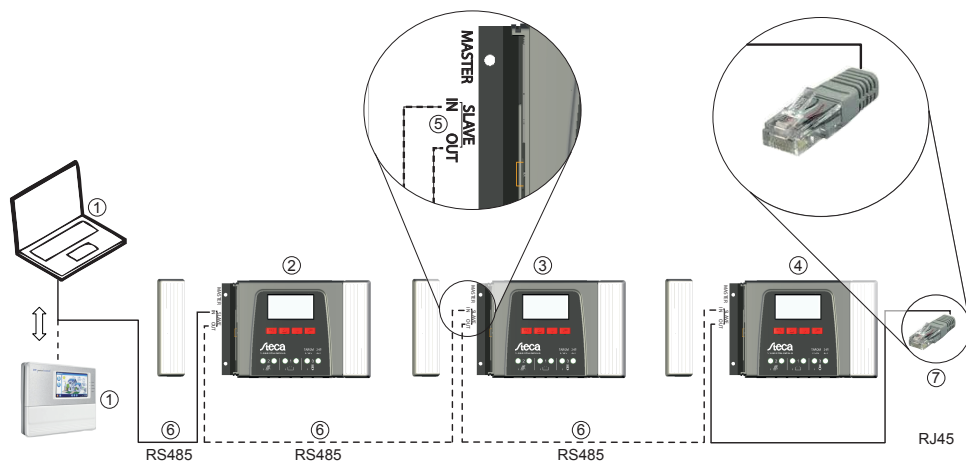

Fig. 2: Câblage du bus esclave
- Seul 1 maître peut être raccordé ① (fig. 2). Maîtres éventuels : un PC, un enregistreur de données ou un autre appareil maître de Steca adapté aux installations en site isolé.
- Chaque esclave ②, ③, ④ doit avoir son adresse comprise dans une plage entre 1 et 99 ; aucune adresse ne doit être affectée deux fois. Définissez l'adresse esclave du régulateur sous « *Menu principal* » ▶ « *Réglage système* » ▶ « *Adresse esclave RS485* ».
- Le maître situé à une extrémité du bus et l'esclave à l'autre extrémité doivent présenter une résistance de terminaison ⑦ ; voir la notice maître/esclave.
- Câble du bus ⑥ : câble standard RJ45 (câble patch Cat-5, 1/1, non fourni ; pour la longueur, voir la section ☞ 18.2).